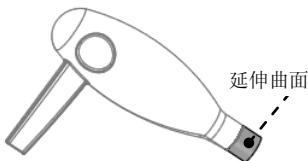
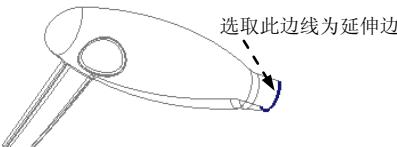

图 8.12 创建延伸曲面 1
图 8.13 选取延伸边
Step5. 创建图 8.12 所示的延伸曲面 1。
- (1) 遮蔽参考件。在模型树中右击  **BLOWER MOLD REF.PRT**，从系统弹出的快捷菜单中选择  **遮蔽** 命令。
- (2) 选取图 8.13 所示的边线为延伸边。
- (3) 单击 **分型面** 功能选项卡 **编辑** ▾ 区域的  **延伸** 按钮，此时出现 **延伸** 操控板。
- (4) 将坯料取消遮蔽。
(5) 选取延伸的终止面。